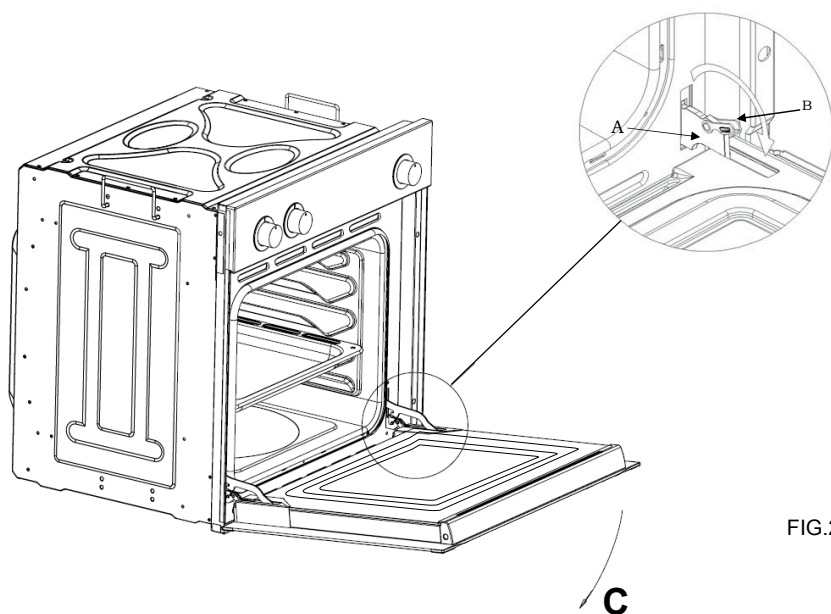

FIG.2
Démonter la porte du four (Fig.2)
- > Ne pas oublier de tourner les deux loquets "B" utilisés pour fixer les charnières avant de refermer la porte (Fig. 2).